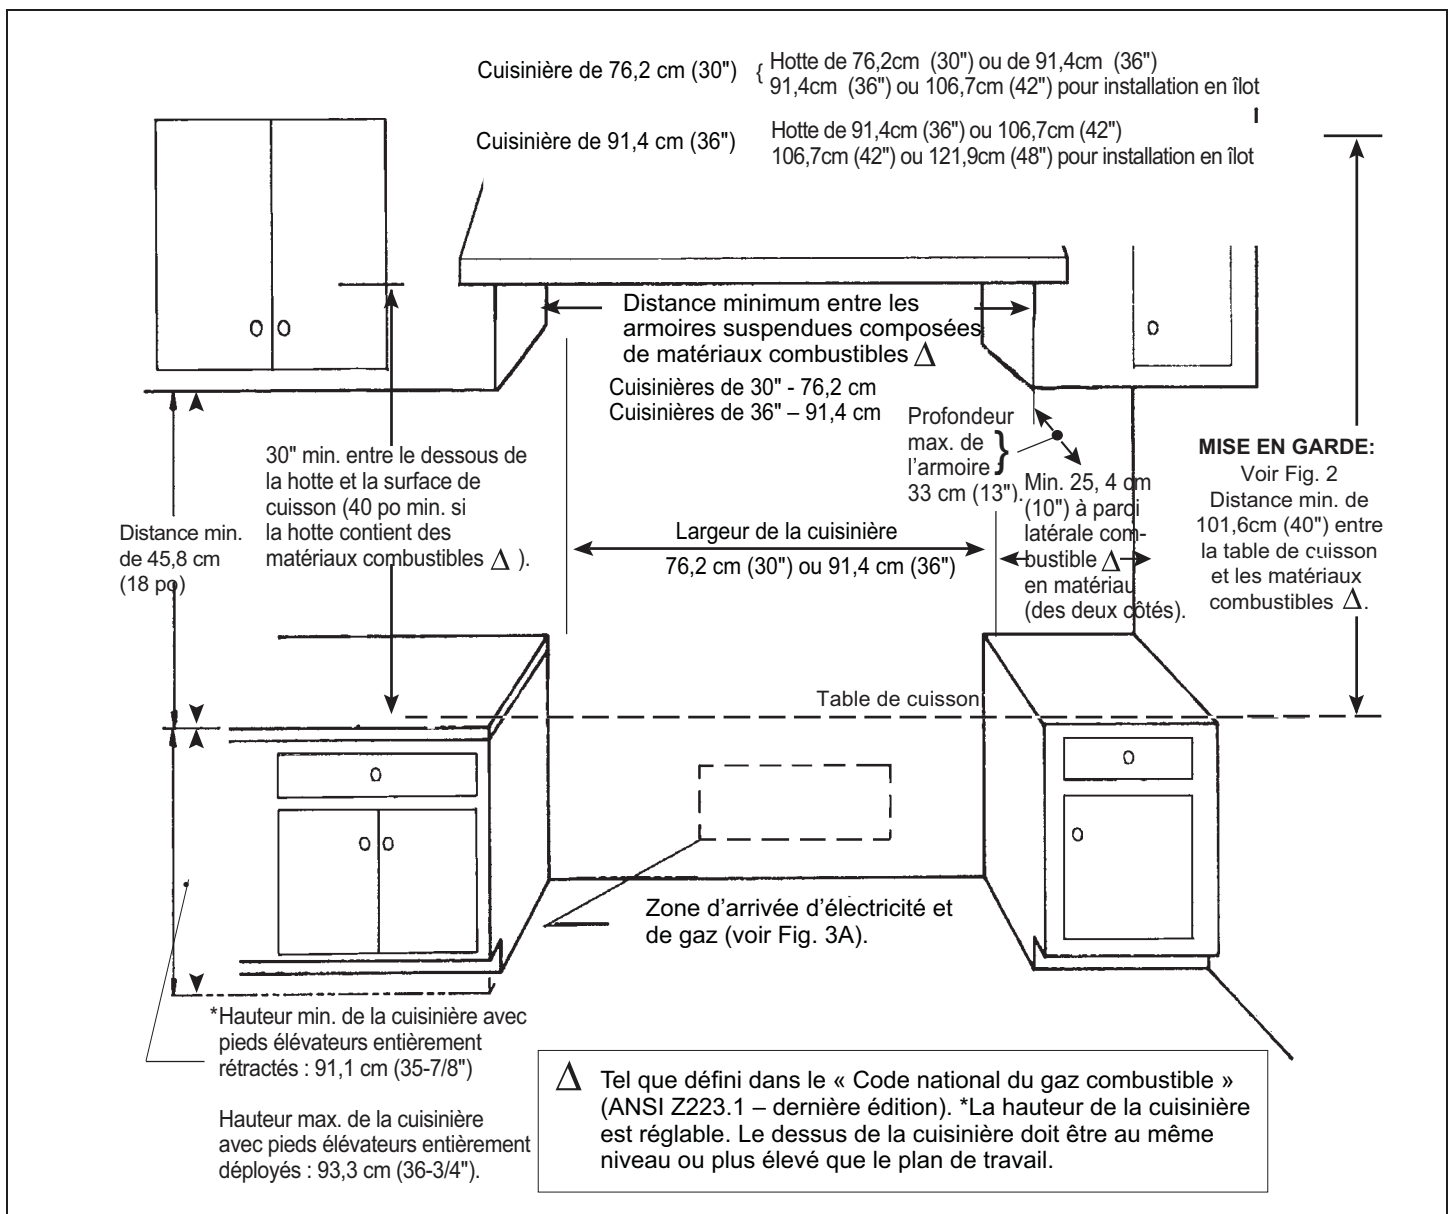

Figure 1 : Espace libre des armoires
- Pour une meilleure élimination de la fumée, le bord inférieur de la hotte doit être placé à une distance de 76,2 cm (30") au-dessus de la table de cuisson (Voir Figure 1).
1. La cuisinière est un appareil monobloc. Si elle est placée au milieu des armoires, les espaces libres requis sont indiqués à la Figure 1. Les mêmes dégagements s'appliquent aux installations en îlot, excepté pour les armoires suspendues, qui doivent laisser un espace suffisamment grand pour poser la hotte d'îlot évasée, comme le montre la Figure 1.